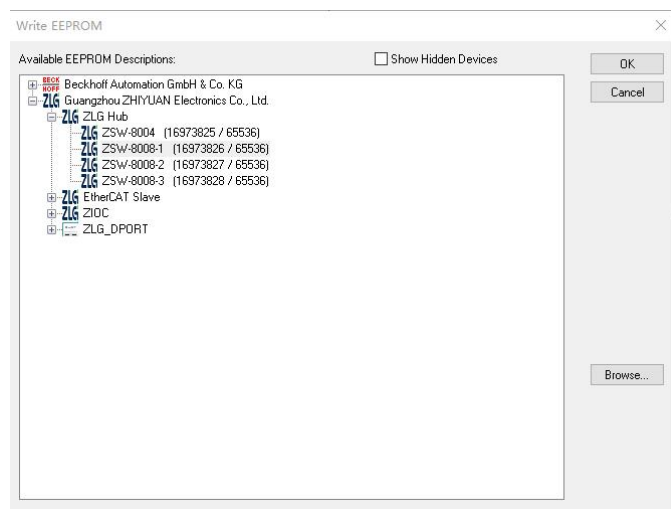

图 5.3 烧录 ESI 文件至 EEPROM
3. 跳转至烧录界面，选中对应的 ESI 文件，点击 OK 即开始烧录对应的 ESI 文件，如图 5.3 所示。
ZSW-8006 和 ZSW-8008 的挂耳安装方式如图 5.3 所示。